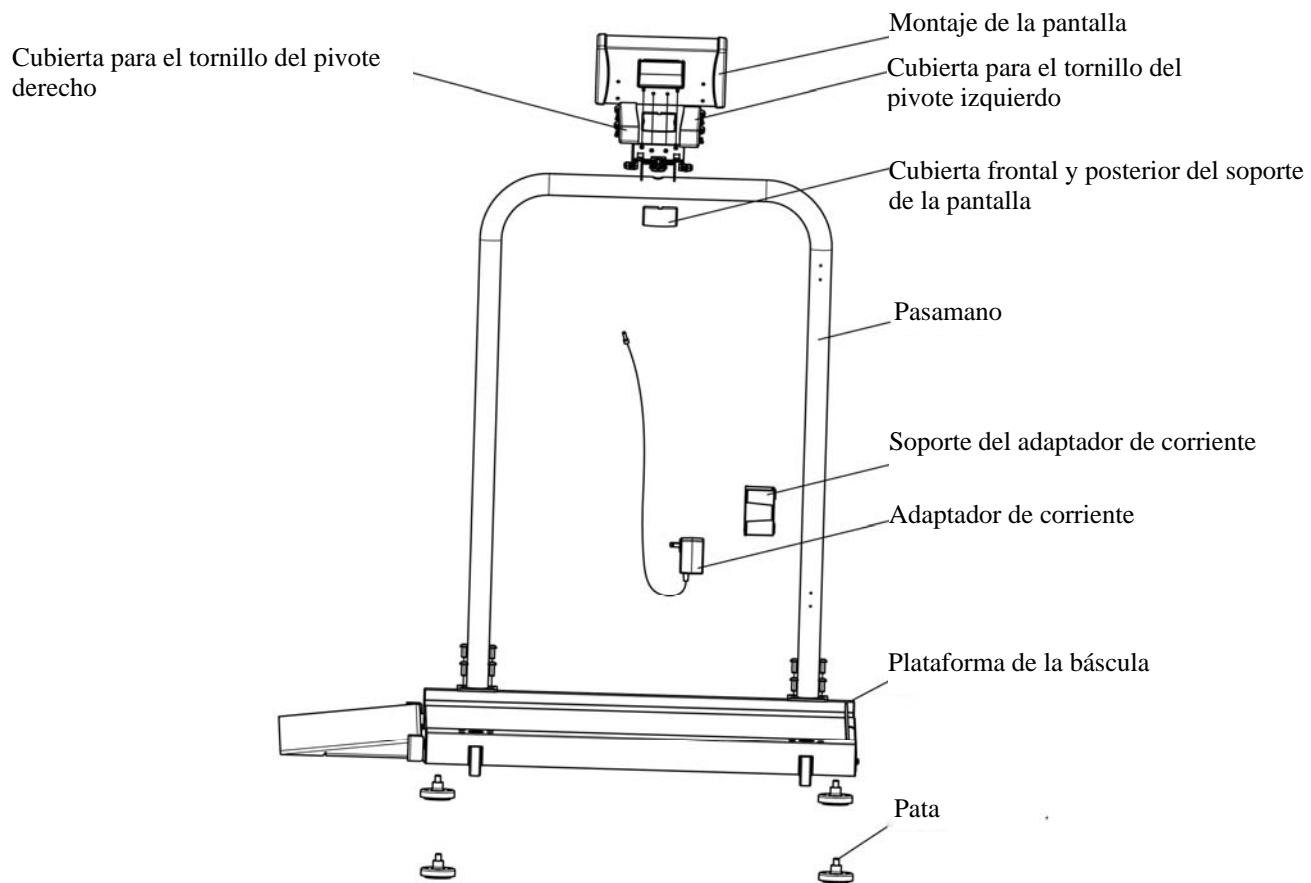

Figura 5
10. Enrosque las (4) patas en la parte inferior de la plataforma. Debe de apretar cada pata únicamente con la mano. Desenrosque 1-½ vuelta completa en cada pata. Esto permite el funcionamiento adecuado de la célula de carga y la exactitud de la bascula (ver la figura 5).